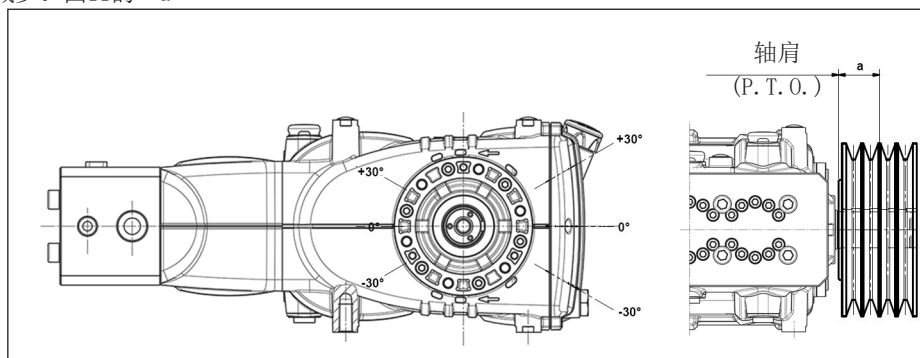

图11
泵轴上的径向载荷不能超过4500 N(布局定义所必须的数值)。只有该载荷作用在距离轴肩(P. T. O.)的一段最大长度 $a=50$ mm时，传动才被视为适当，见图11。
- b) 使用高效能皮带 - 例如XPB而不是SPB - 同样的功率传递, 使用的皮带数量会相对少, 继而相对轴肩(P. T. O.)的距离也会减少。图11的“a”
e) 按照图11指出的方向拉紧皮带, 其他需求请联系技术部或售后服务中心。